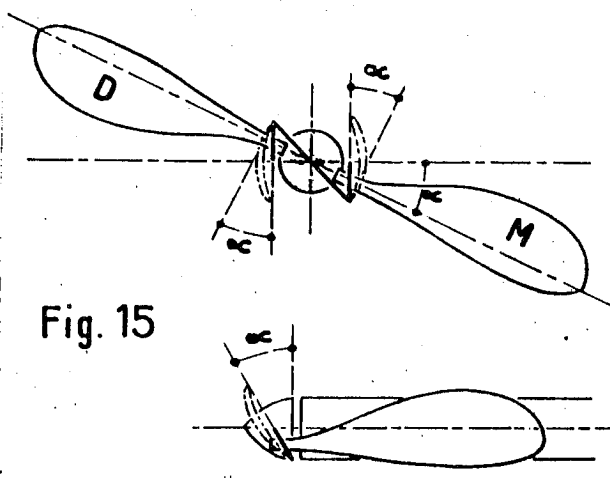

Fig. 15
Une méthode employée avec succès par de nombreux modélistes consiste à placer le tube charnière des pales, parallèlement à la section de la pale au  $7/10$  du rayon et dans les 2 plans. C'est-à-dire (fig. 15) que : l'axe charnière devra faire un angle  $L$  (correspondant au pas de  $7/10$  de  $R$ ) aussi bien vu de face que de profil.
Ce système est très bon, mais demande à être bien exécuté. Il y a un inconvénient, c'est que la pale « montante » (M) devra nécessiter, pour rester plaquée au fuselage, un ressort ou élastique de rappel puissant, pour éviter quelle ne « retombe » (le dessin fig. 15 représente la position des pales au moment du repliement). Par contre, la pale « descendante » (D) pourrait se passer aisément de ressort, son propre poids la maintenant repliée.